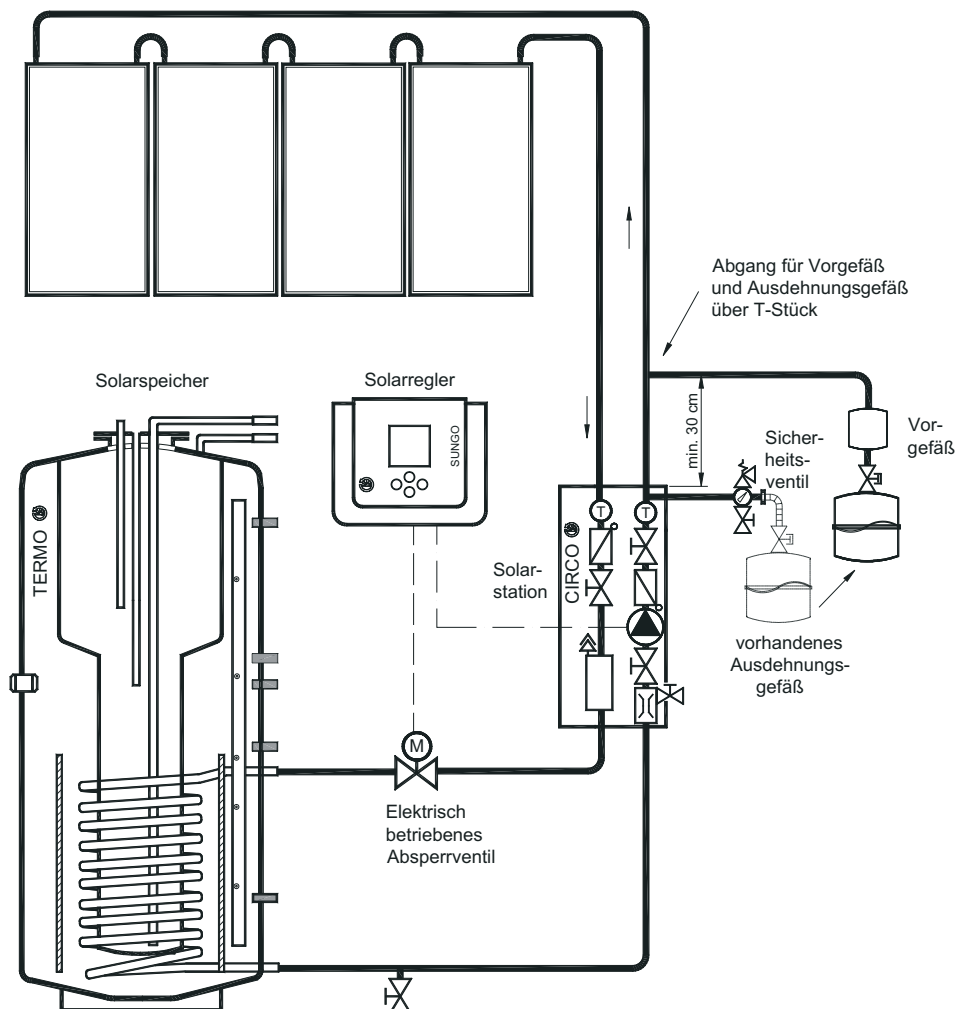

Bild 1 Solaranlage mit zusätzlicher Temperatursicherung
- Vorgefäß ca. 0.3 m oberhalb der Solarkreisstation in den Rücklauf der Anlage einbauen (Bild 1).
- Ausdehnungsgefäß nachgeschaltet montieren (Bild 1).
- Absperrventil in den Vorlauf der Anlage einbauen und zwar nach der Solarstation in Flussrichtung gesehen (Bild 1). So wird vermieden, dass bei Stagnation (Dampfbildung in den Kollektoren) Heißdampf die Station durchströmt und Bauteile in Mitleidenschaft gezogen werden.